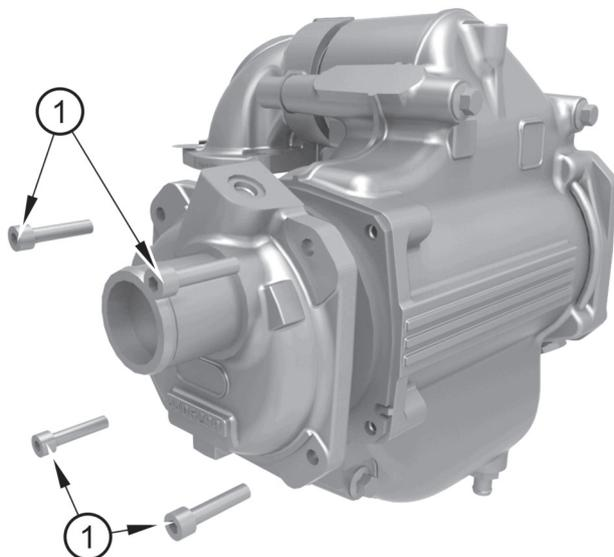

Abbildung 26
6. Lösen Sie die Schrauben (Abbildung 26, Nummer 1) und entfernen Sie die Endkappe.